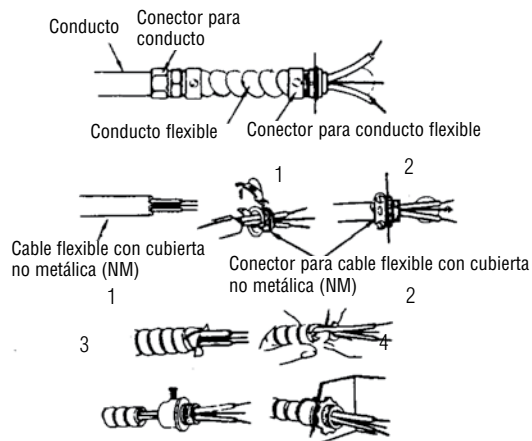

Figura 2 – Conectores, cable y accesorios de montaje utilizados para el cableado del MWUH
NOTA: para algunas aplicaciones puede que sea necesario un conducto (vea la Figura 2). Verifique los códigos eléctricos locales. Si el cableado se tiende por un conducto, asegúrese de que haya una cantidad suficiente de conducto flexible como para permitir el giro del calefactor en caso de ser necesario.
2. Instale los conectores de cable en la unidad (vea la Figura 2), y deslice el cable calibre 10 a través del conector de cable. Cuando haga las conexiones, extraiga a través del conector una cantidad suficiente de cable para trabajar.